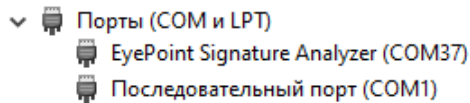

Рисунок 5. Отображение EyePoint u21 в диспетчере устройств
8. После установки драйвера в разделе устройств "Порты (COM и LPT)" должно появиться устройство EyePoint Signature Analyser (рисунок 5).